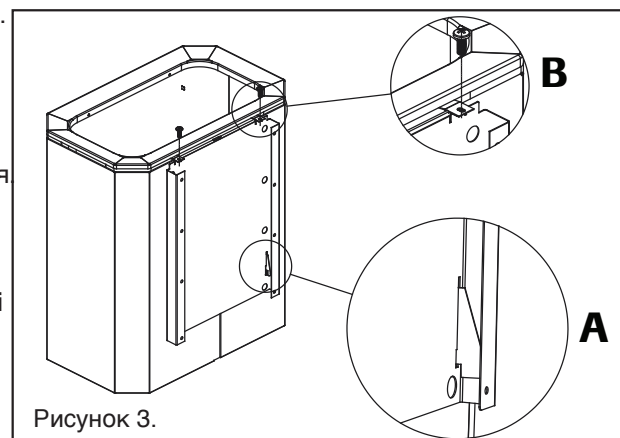

Рисунок 3.
- Уставте кріпильні вушка на задній частині кам'янки у кріпильні пази настінного кріпильного листа (рисунок 3А).
- Зафіксуйте кріплення кам'янки по верхньому краю за допомогою кріпильних гвинтів, 2 шт. (рисунок 3В). Таким чином, умістилище для каменів кріпиться до кожуха кам'янки і до кріпильного листа.